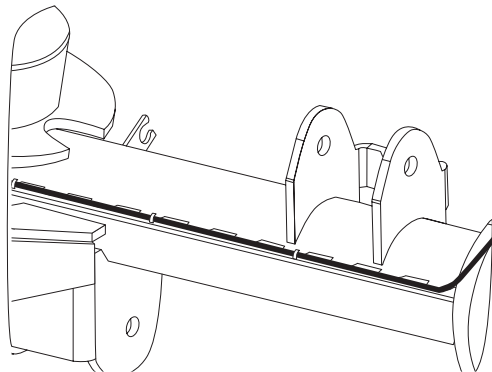

Рис. 2
11. Установите штатные тормозные трубки заднего моста. Вдоль балки моста протяните тормозные трубки по верхней стороне перфорированной рейки и закрепите на ней нейлоновыми стяжками (хомутами) **[13] (Рис. 2)**.